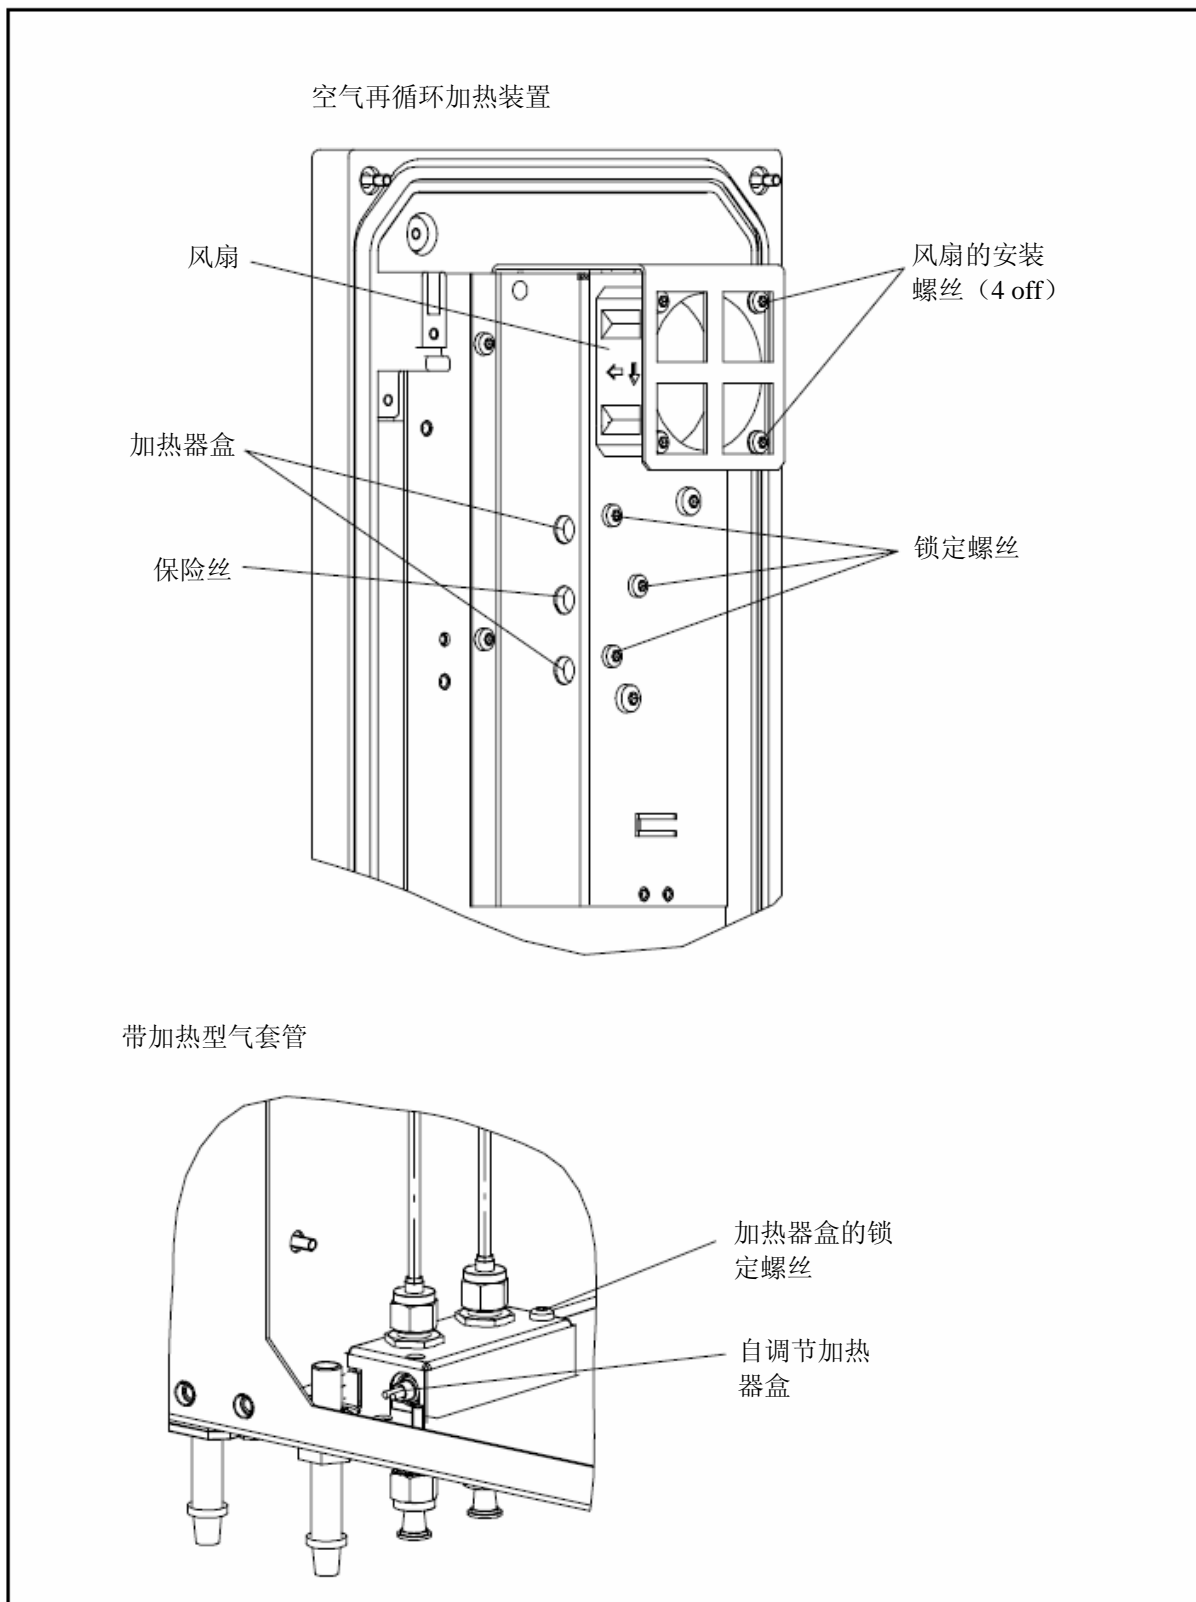

图 6-1 ULTRAMAT 6F 的空气在循环加热装置和带加热型气套管
按下述步骤替换风扇（见图6-1）：
- 从加热元件上卸下加热器盒（见图6-1）